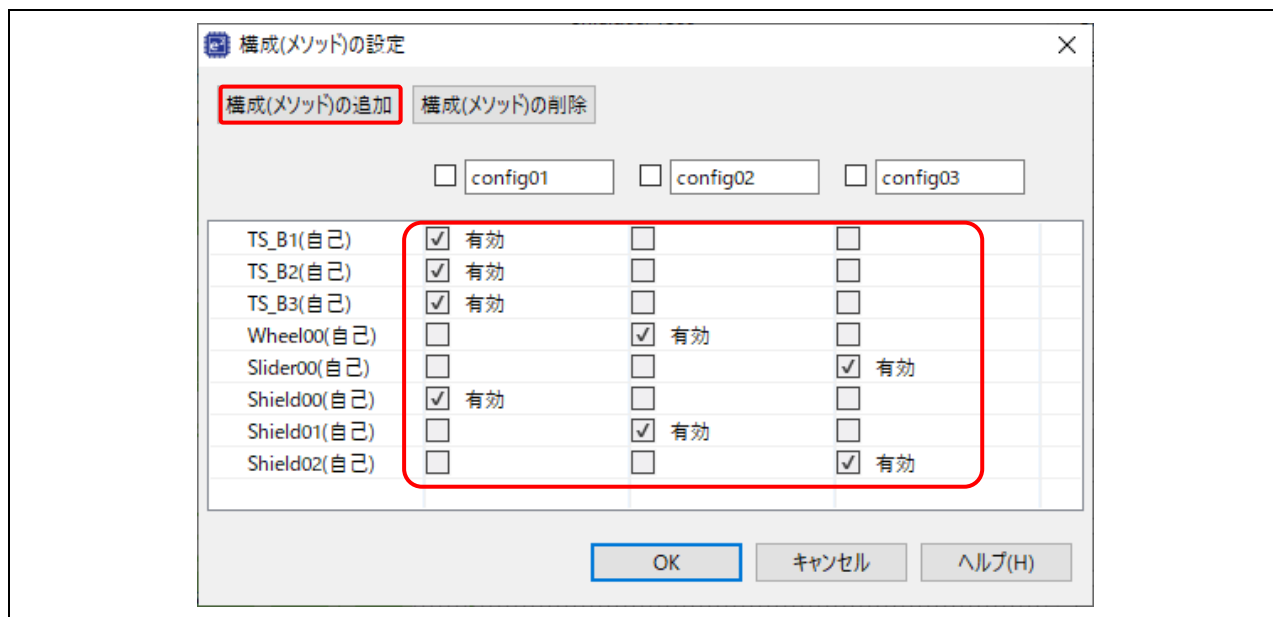

図 19 3 つの構成(メソッド) の設定
- (18) 図 19 のようにアクティブシールドごとに 3 つの構成(メソッド) を設定します。